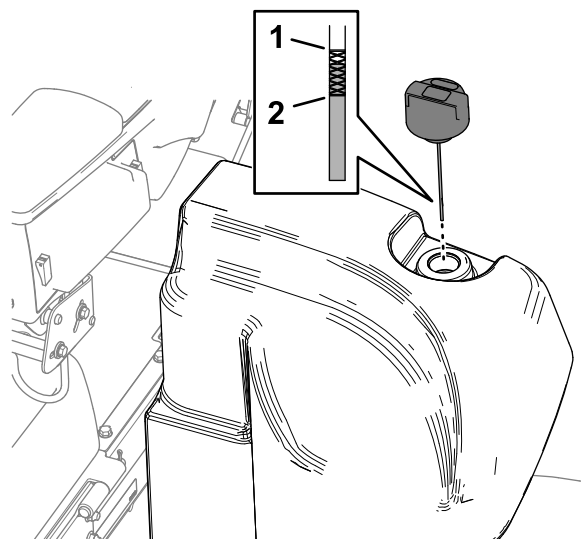

図 142
2. 油圧オイルタンクの注油口周辺をきれいに拭き、キャップを外す **図 142**。